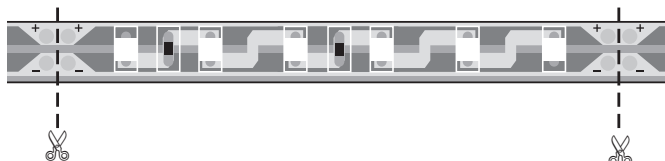

Bild 1
2. LED-Platine, falls erforderlich, kürzen (Bild 1).
LED-Platinen können jeweils nach **sechs** LEDs (25 mm) getrennt werden (Bild 1).